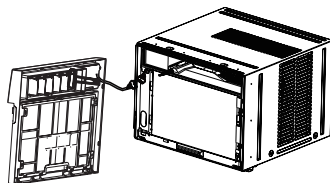

Fig.4
6. Débranchez la fiche du connecteur du panneau d'affichage de l'unité et placez le panneau avant de côté (voir Fig. 4).